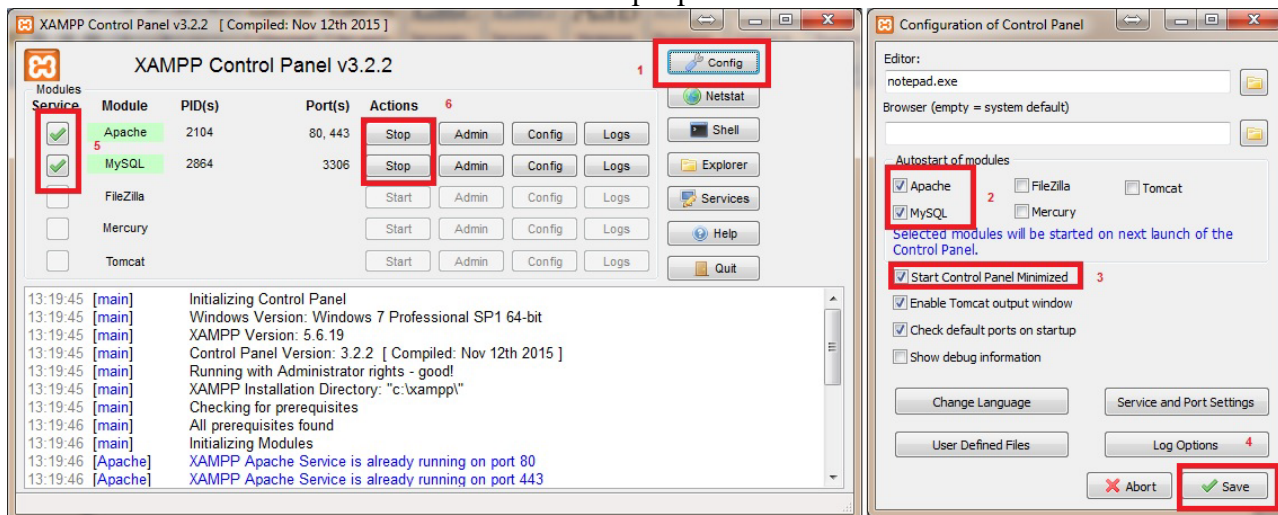

Рисунок 2 – Панель управления XAMPP
4.2.2.5 После установки XAMPP, выполните 1...6 шаг, как на следующей иллюстрации (Рисунок 2):